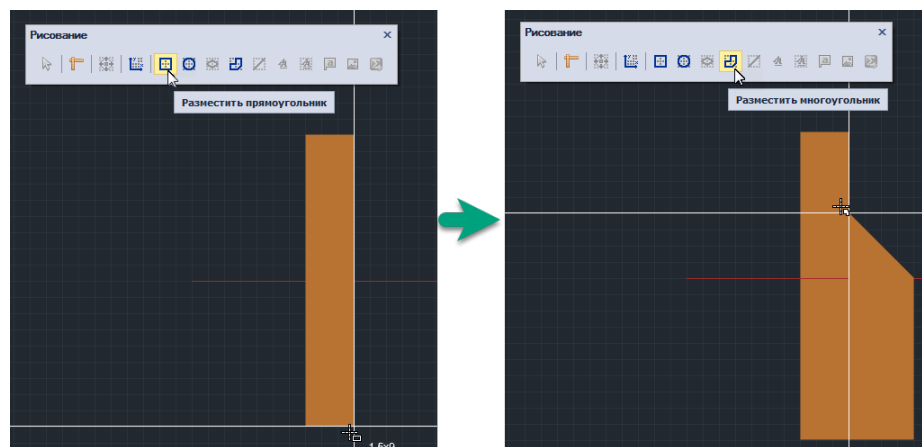

Рис. 58 Выбор инструмента и формирование фигуры
5. Выбрать какой-либо из инструментов графического редактора, который доступен на панели инструментов «Рисование» или из контекстного меню окна редактора контактных площадок, для создания замкнутой фигуры, см. Рис. 58.